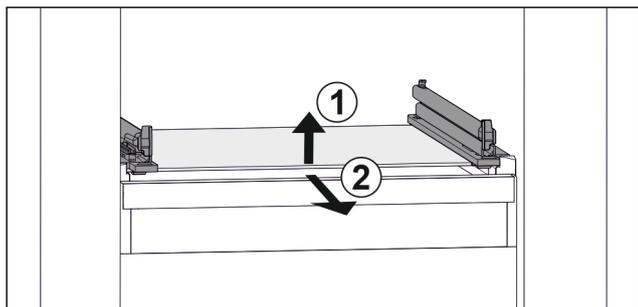

Fig. 167 Příklad znázornění skleněné desky
- ▶ Nadzvedněte skleněnou desku vpředu. Fig. 167 (1)
- ▶ Vyjměte skleněnou desku dopředu. Fig. 167 (2)